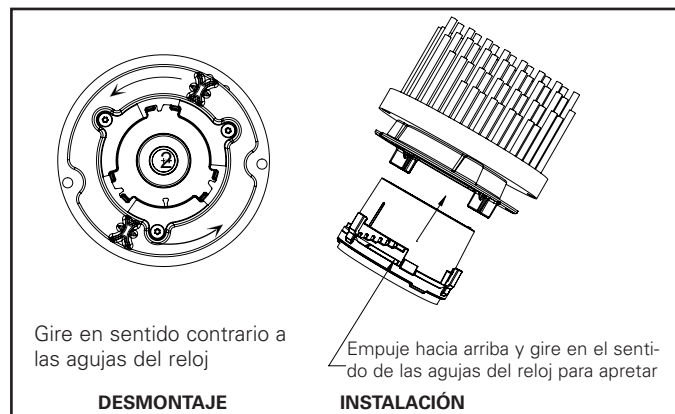

Figura 12A
3. Retire la óptica (consulte la Figura 12A).